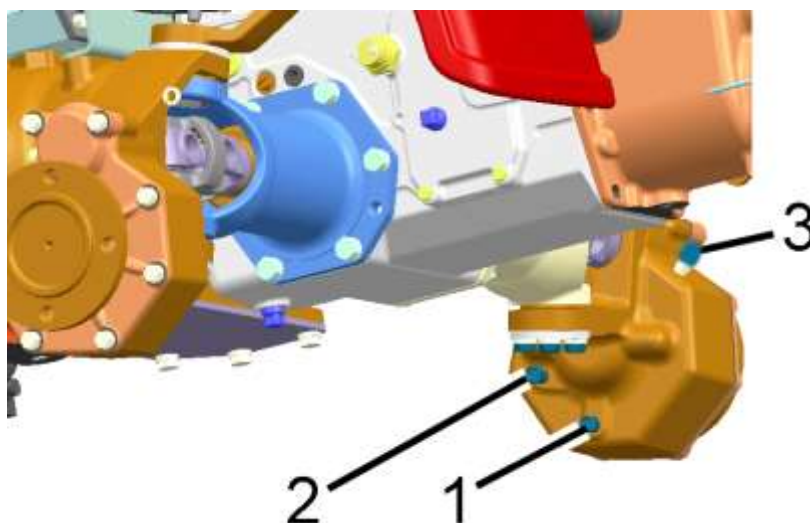

Рисунок 6.4.3 – Проверка уровня масла в корпусах колесных редукторов ПВМ
- отверните контрольную пробку 2 (рисунок 6.4.3) корпуса колесного редуктора;
- отверните контрольные пробки 2 (рисунок 6.4.3), пробки-сапуны 3 и сливные пробки 1 обоих колесных редукторов и слейте масло в специальную емкость для отработанного масла;